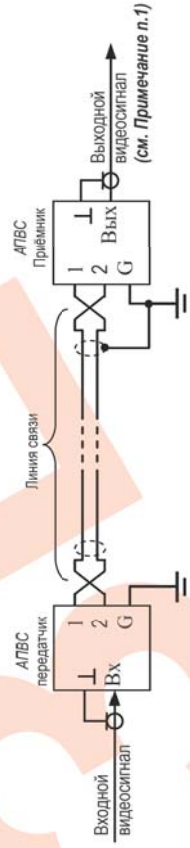

Рис.2 Схема включения АПВС-5М с заземлением и передатчика и приёмника
4. Варианты включения АПВС-5М показаны на рис.2 и 3.